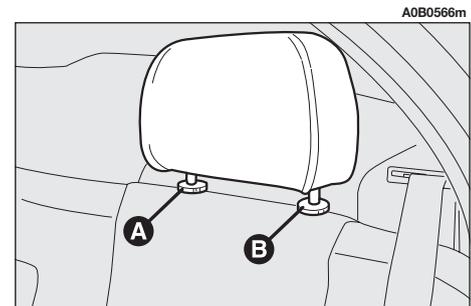

Abb. 31
- beide Knöpfe (**A** und **B**, **Abb. 31**) drücken und die Kopfstütze entfernen.